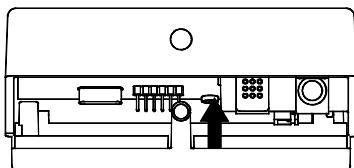

Fig. 4
- 2** Ruotare la calotta esercitando una leggera pressione fino ad estrarla completamente (Fig. 4).